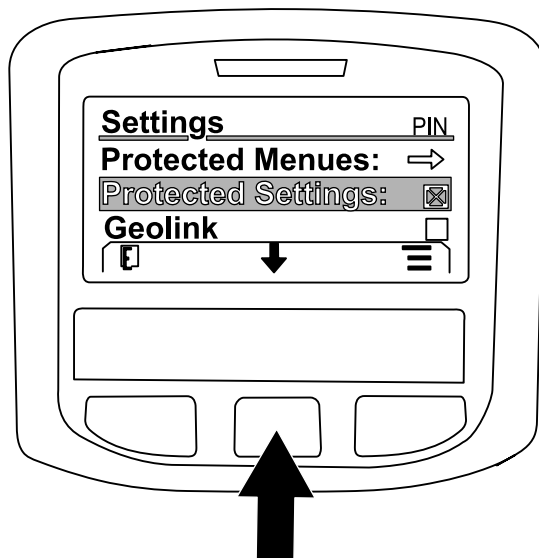

Figura 262
7. Pulse el botón central para desplazarse a la opción GEOLINK, y pulse el botón derecho para seleccionar la opción (Figura 262).